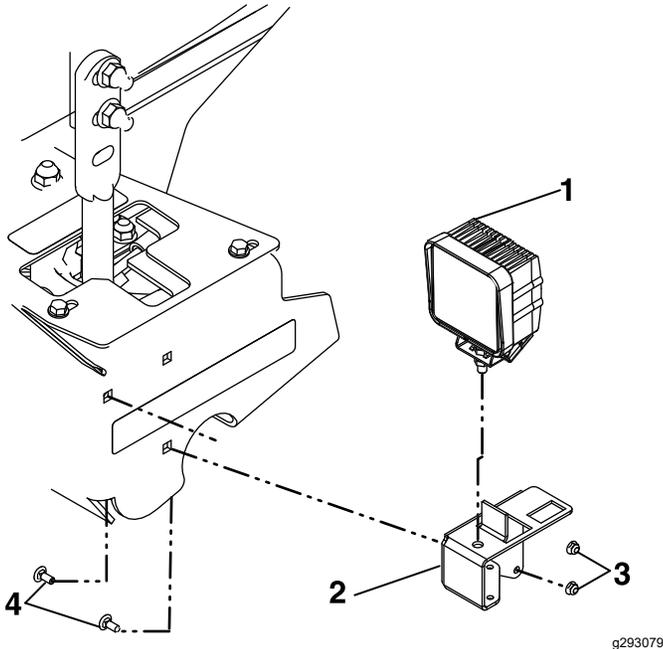

Figure 3
4. Avec trois boulons de carrosserie ($\frac{1}{4}$ po-20 x $\frac{5}{8}$ po) et écrous Nyloc, fixez le support de feu gauche au support sur le cadre de commande de déplacement, comme montré à la Figure 3.